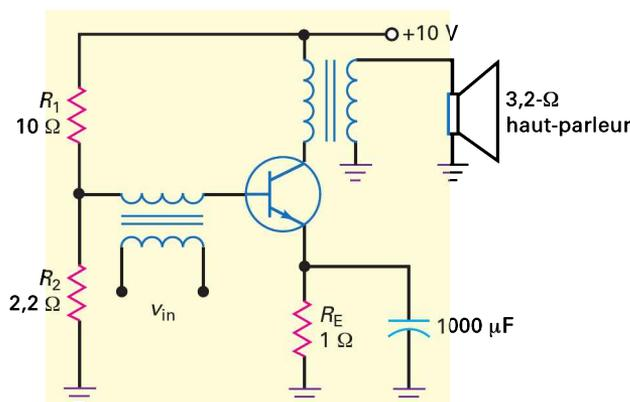

Figure 10.40
10.21 D'après la figure 10.40, quel est le courant émetteur DC si $V_{BE} = 0,7 \text{ V}$?
10.22 Le haut-parleur de la figure 10.40 est équivalent à une résistance de charge $3,2 \Omega$. Si sa tension est $5 V_{pp}$, quelle est la puissance de sortie ? Que vaut le rendement de l'étage ?